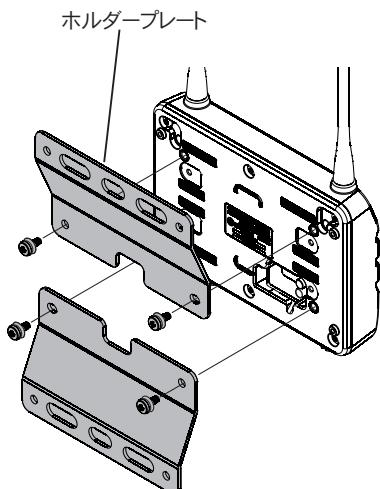

図1
- ① 中継器の背面に2つのホルダープレートを付属のネジ（ナベコネジ HSM5×10SUS）で取り付けます（図1）。